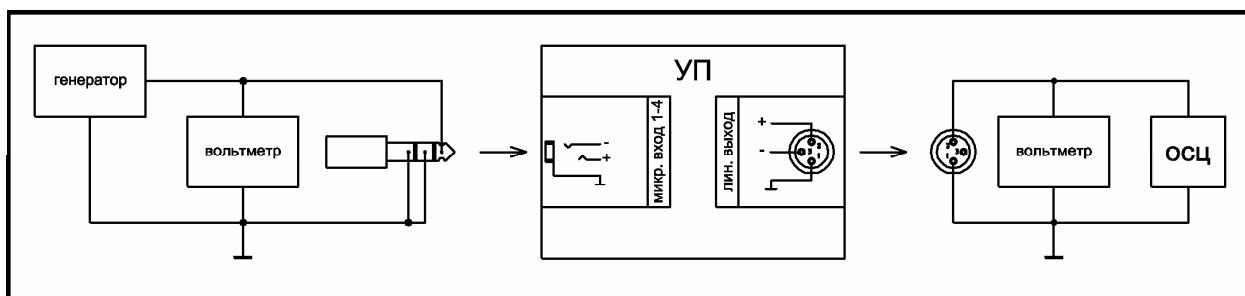
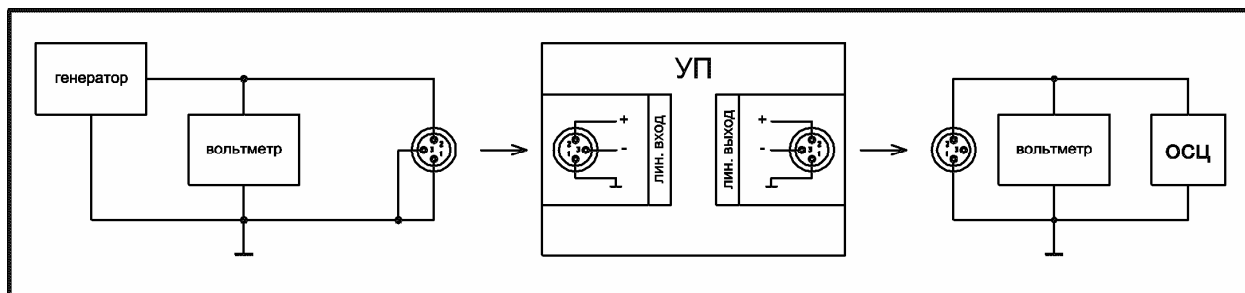

Рис.2 Схема измерений по микрофонному входу.
Рис.3 Схема измерений по линейному входу.
10.5. Измерения проводят подавая сигнал поочередно на микрофонные входы 1÷4 (рис.2) и – на линейный вход (рис. 3). Напряжение выходного сигнала измеряют на контактах разъема «ЛИН. ВЫХОД». Проверке подвергаются все пять входов. Контролируются только основные параметры: чувствительность (номинальное входное напряжение) и амплитудно-частотная характеристика.
10.7. Проверка чувствительности микрофонных входов 1÷4 (рис. 2).
10.8. Проверка чувствительности линейного входа (рис. 3).
10.9. Проверку диапазона воспроизводимых частот, на соответствие п.2.4, по входам 1÷4 проводят по структурной электрической схеме рис. 2.